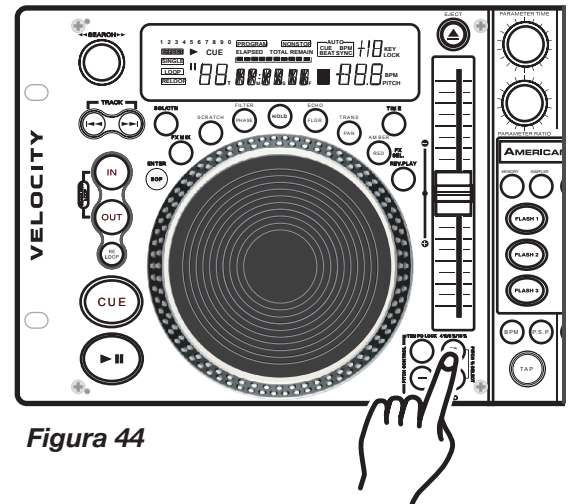

Figura 44
**Cómo ajustar el RANGO del CONTROL DE VELOCIDAD VARIABLE (33):** El rango de funcionamiento del control de velocidad variable puede modificarse en cualquier momento. Para cambiar el rango de funcionamiento, asegúrese de encender la función de tono, como se aprecia en la figura 44. El rango de porcentaje de tono puede variarse de acuerdo con los siguientes valores +/-4%, +/-8%, +/-16%, y +/- 100%. 4% es el porcentaje mínimo posible de manipulación del tono; por el contrario, 100% es el máximo. Para ajustar los diferentes rangos, presione el BOTÓN PITCH ON/OFF (26) y pulse el BOTÓN + PITCH BEND (28) hasta llegar al valor que desea. El LED encima del BOTÓN PITCH (26) se iluminará en rojo para el valor 4%; en verde para 8%; en anaranjado para 16%; o titilará en verde para 100%. Nota: El porcentaje de tono debe estar activado para poder leer el LED.